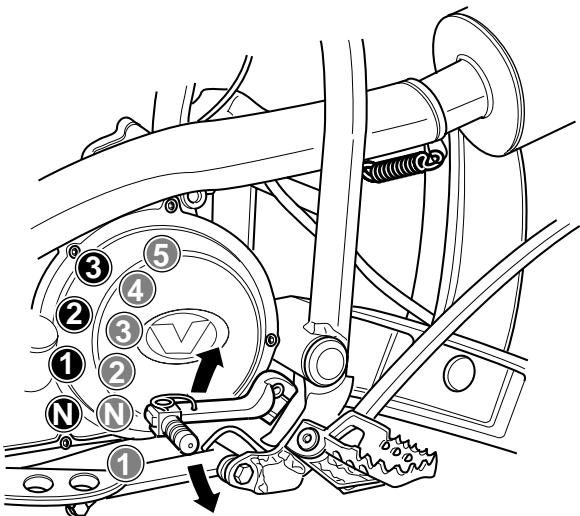

Fig. 2
Guida normale (Fig. 2)
4. Mettere in folle (N) con il pedale del cambio. Fig. 2.
Normal riding (Fig. 2)
Normaler Fahrbetrieb (Abb. 2.)
4. Den Gang mit dem Fußhebel auslegen (**N**) - Abb. 2.
Conduite normale (Fig. 2)
4. Avec le sélecteur, mettez au point mort (**N**), fig. 2.